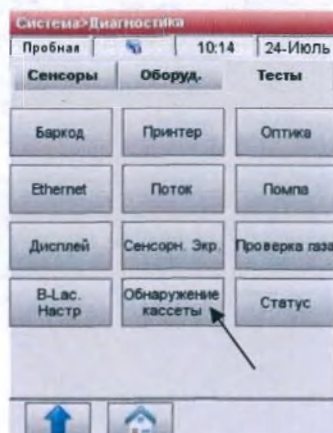

Рис.8-41 Обнаружение кассеты
- Нажмите <Обнаружение кассеты>, чтобы начать калибровку (Рис.8-41).